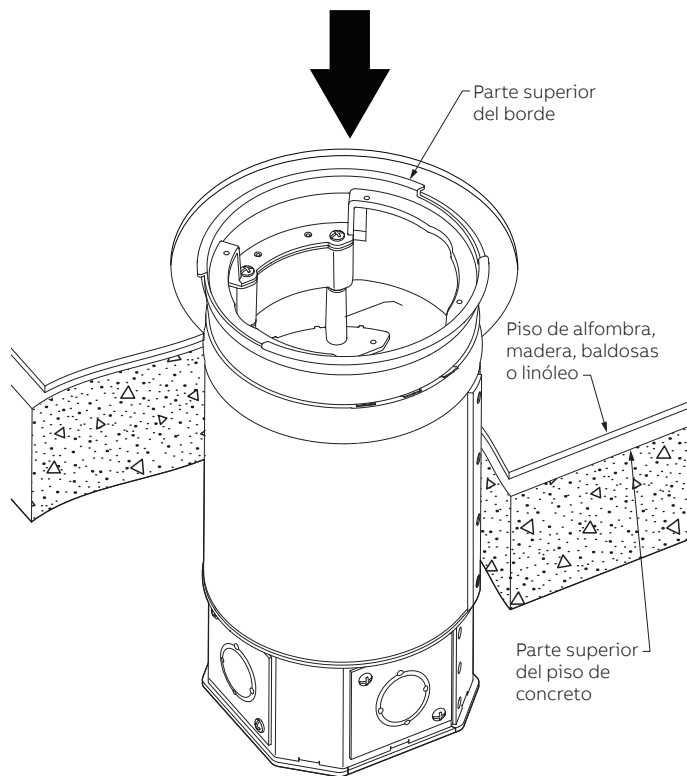

Figura 16
- 6.3 Inserte el dispositivo Poke-Through en el orificio y empuje hacia abajo hasta que el **BORDE SUPERIOR** entre en contacto con el piso de concreto. (Vea la Figura 16).